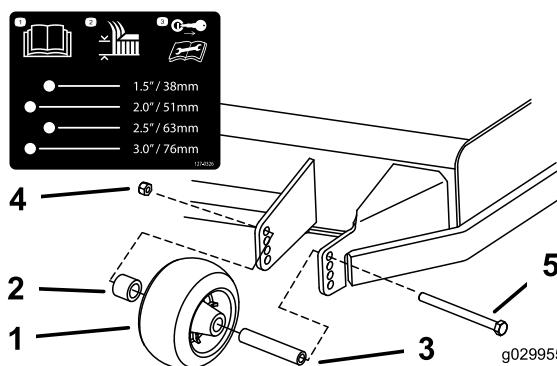

Figure 29
3. Réglez les galets anti-scalp comme montré à la Figure 29, la Figure 30 et la Figure 31.